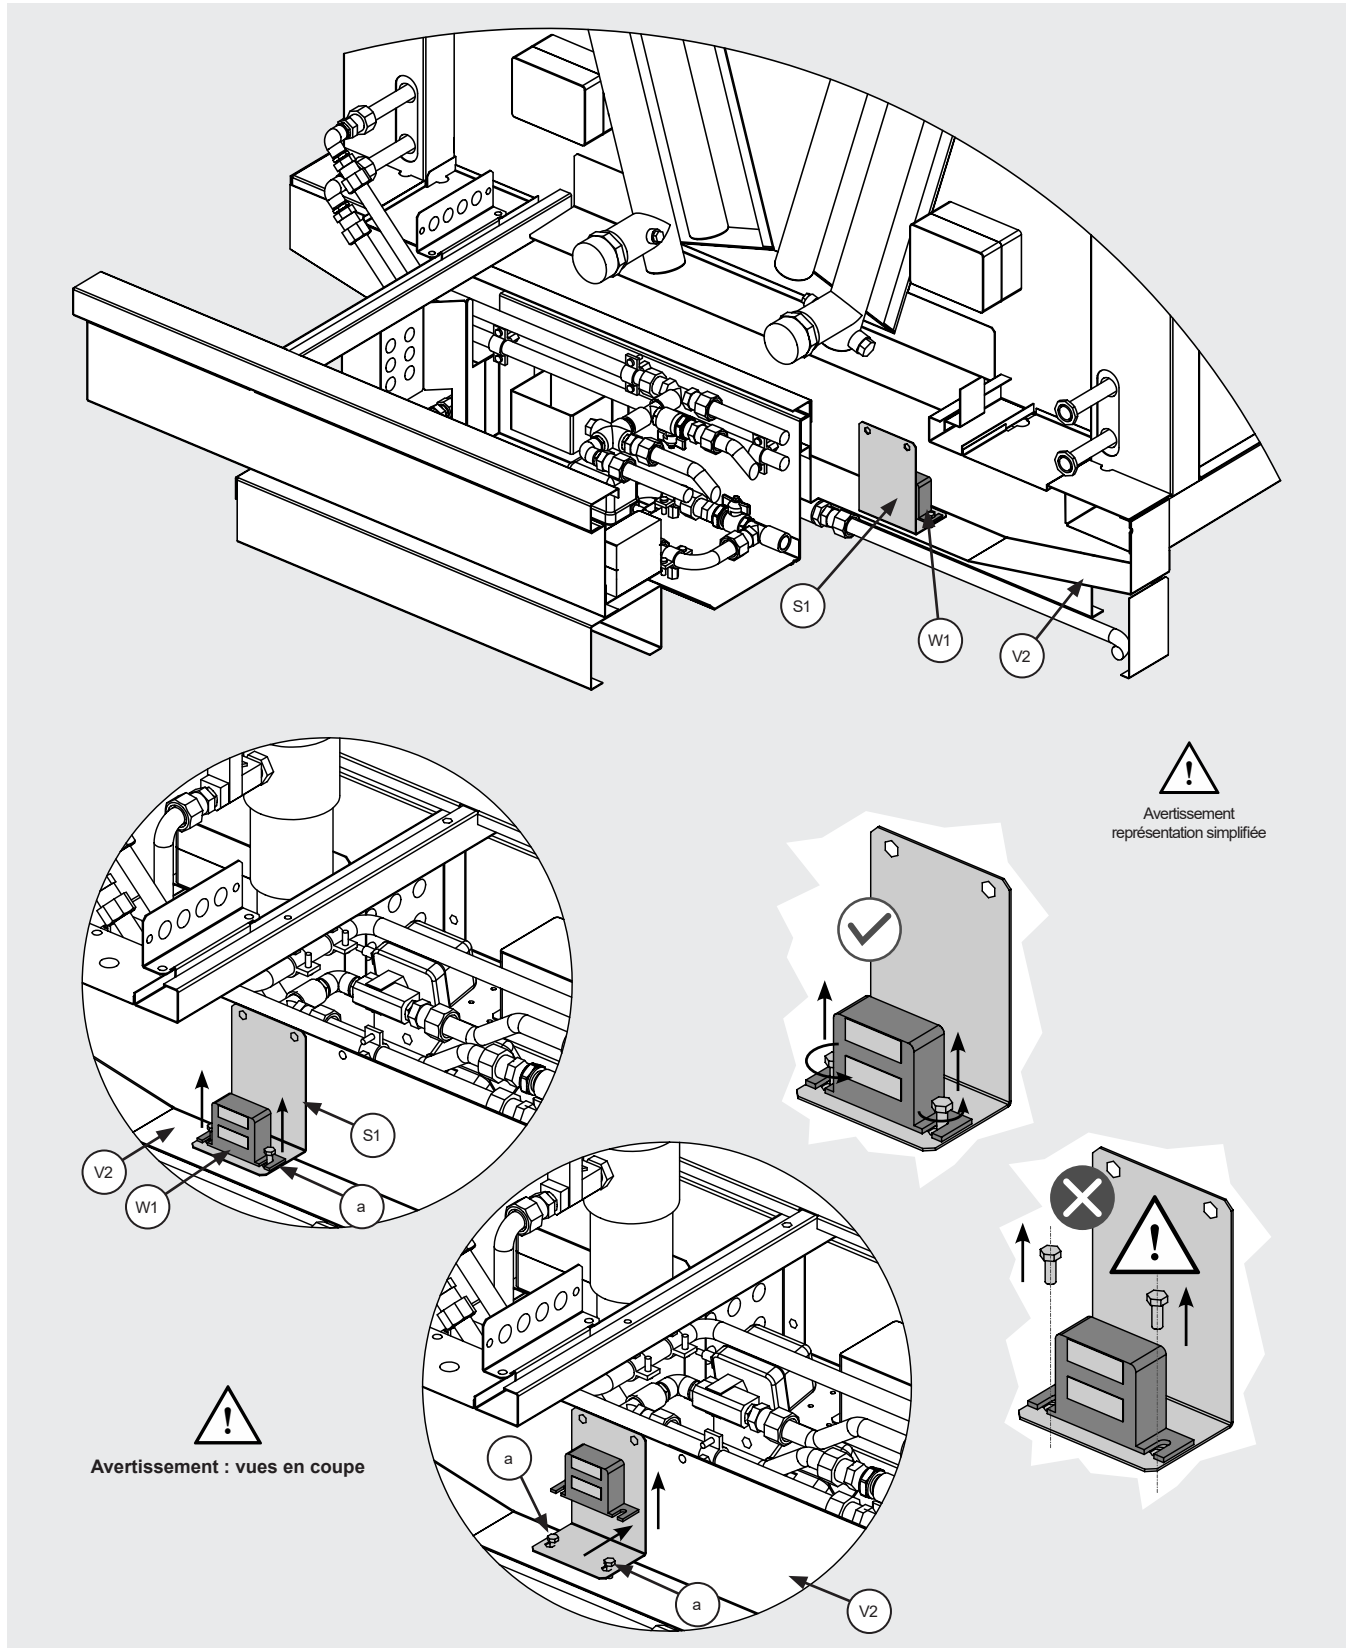

Figure 28
12.16.4 Pour le remplacement du détecteur de niveau (W1), voir la Figure 28. (W1) est logé sur un support (S1) qui le maintient en place.